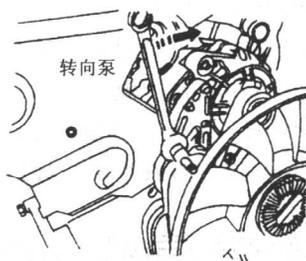

图 1.10 松开动力转向泵和硅油风扇的多楔带
(13) 松开动力转向泵和硅油风扇的多楔带, 如图 1.10 所示。